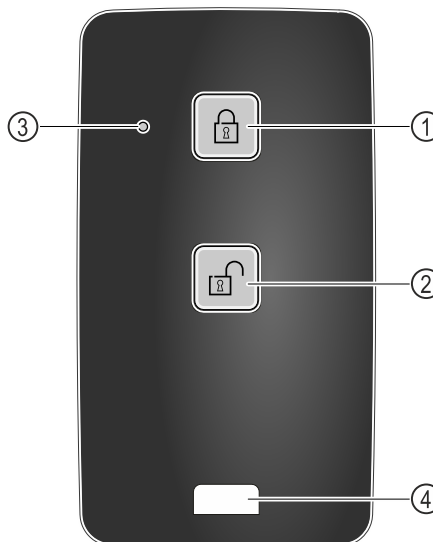

Fig. 210
- (1) Zaklep ključavnice
- (2) Oklep ključavnice
- (3) Stanje lučke LED
- (4) Pritrditveni zavihek
- Pritisnite tipko Fig. 210 (1) na oddaljenem upravljalniku.
- Pritisnite tipko Fig. 210 (2) na oddaljenem upravljalniku.
- Stanje lučke LED Fig. 210 (3) ob pritisku vrne optične povratne informacije.
- Zavihek Fig. 210 (4) za pritrditev oddaljenega upravljalnika, na primer na obesek za ključe.